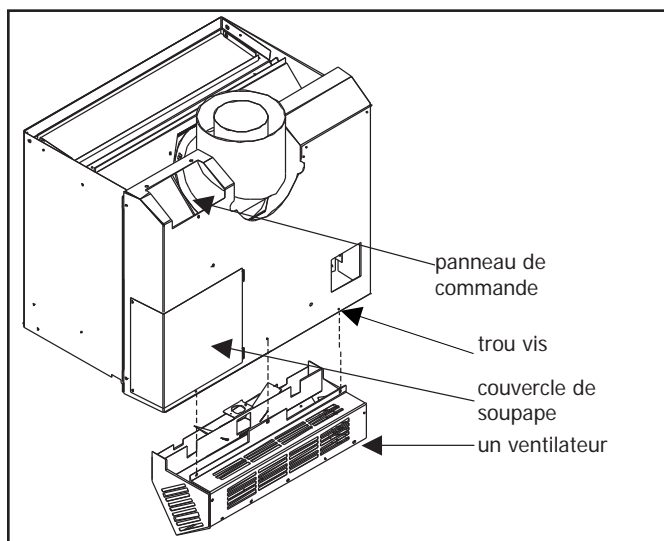

Figure 53: installation de ventilateur optionnel
2. Placez l'ensemble de ventilateur derrière l'unité et sécurisé avec les trois vis fournies, (comme le montre la figure 53).